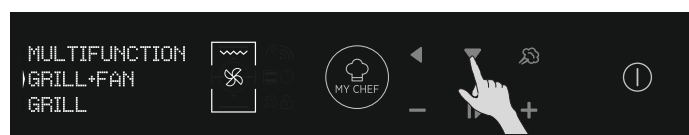

Figura 9
- Selecione o modo de cozedura desejado pressionando OK enquanto a seta no visor está na função desejada. Pressione PARA BAIXO para ver todas as funções disponíveis. (Figura 9)